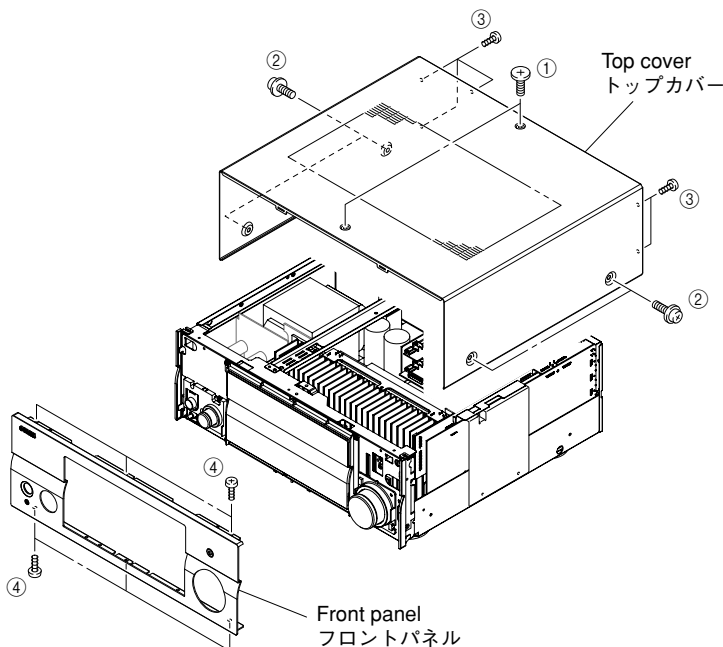

Fig. 1
- a. Remove 2 screws (①), 4 screws (②) and 5 screws (③). (Fig. 1)
- b. Slide the top cover rearward to remove it. (Fig. 1)
- a. ①のネジ2本、②のネジ4本、③のネジ5本を外します。(Fig. 1)
- b. トップカバーを後方へスライドさせ、取り外します。(Fig. 1)
Remove 6 screws (④) and then remove the front panel forward. (Fig. 1)
- ④のネジ6本を外し、フロントパネルを前方に外します。(Fig. 1)